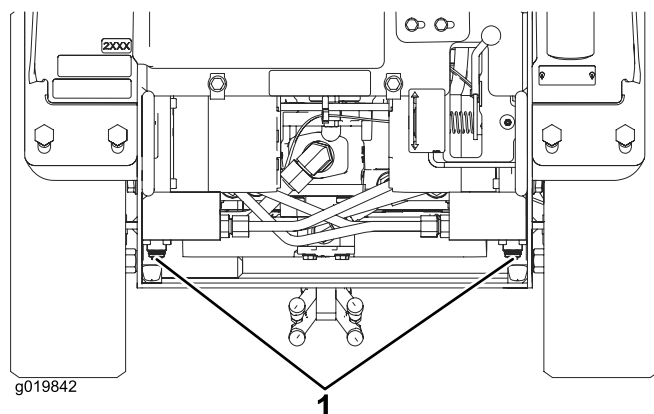

Figura 19
4. Usando una llave inglesa, gire las válvulas de remolcado de las bombas hidráulicas dos vueltas en el sentido contrario a las agujas del reloj (Figura 19).